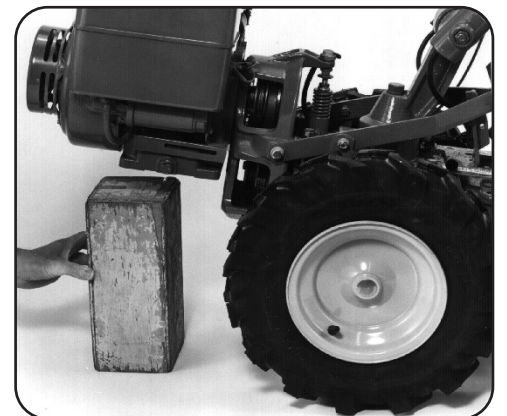

Figure 4-20
3. Placez un support solide sous le moteur pour que le moteur ne bascule pas vers l'avant lorsque l'ensemble de dents est enlevé. Voir Figure 4-20.